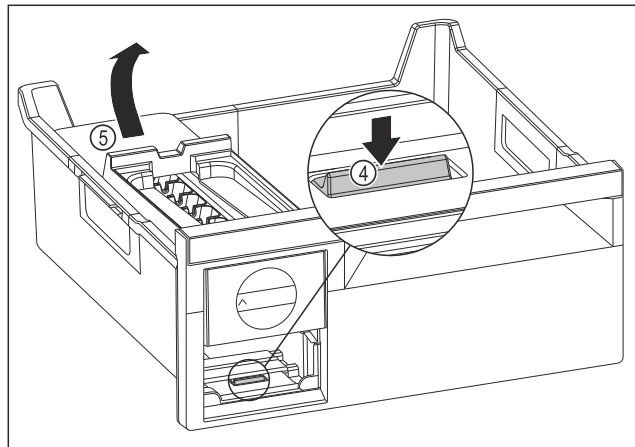

Fig. 136
- ▶ Fjern hoveddelen til EasyTwist-Ice: Trykk tappene Fig. 136 (4) ned med fingeren samtidig som hoveddelen til EasyTwist-Ice Fig. 136 (5) løftes opp fra baksiden med den andre hånden.